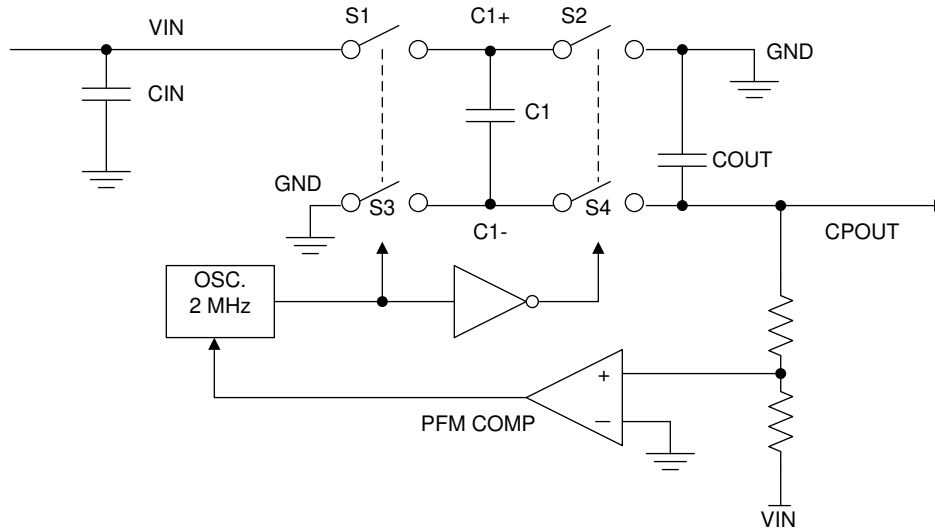

图 7-2. 电压逆变原理
LM27761 的电压逆变器部分包含四个大型 CMOS 开关，这些开关按顺序切换，从而实现输入电源电压的逆变。能量的传输与储存则由外部电容器完成。图 7-2 展示了电压开关 S2 和 S4 断开。在第二个时间间隔内，S1 和 S3 断开；同时，S2 和 S4 闭合，C1 为 C3 充电。经过多个周期后，C3 上的电压会被转换并叠加到 V_{IN} 上。由于 C3 的阳极接地，因此当没有负载电流时，C3 阴极的输出等于 $-(V_{IN})$ 。添加负载后，输出压降由寄生电阻 (MOSFET 开关的 $R_{DS(on)}$ 和电容器的等效串联电阻 (ESR)) 和电容器之间的电荷传输损耗决定。
- R_{SW} 是内部 MOSFET 开关导通电阻的总和，如图 7-2 所示。